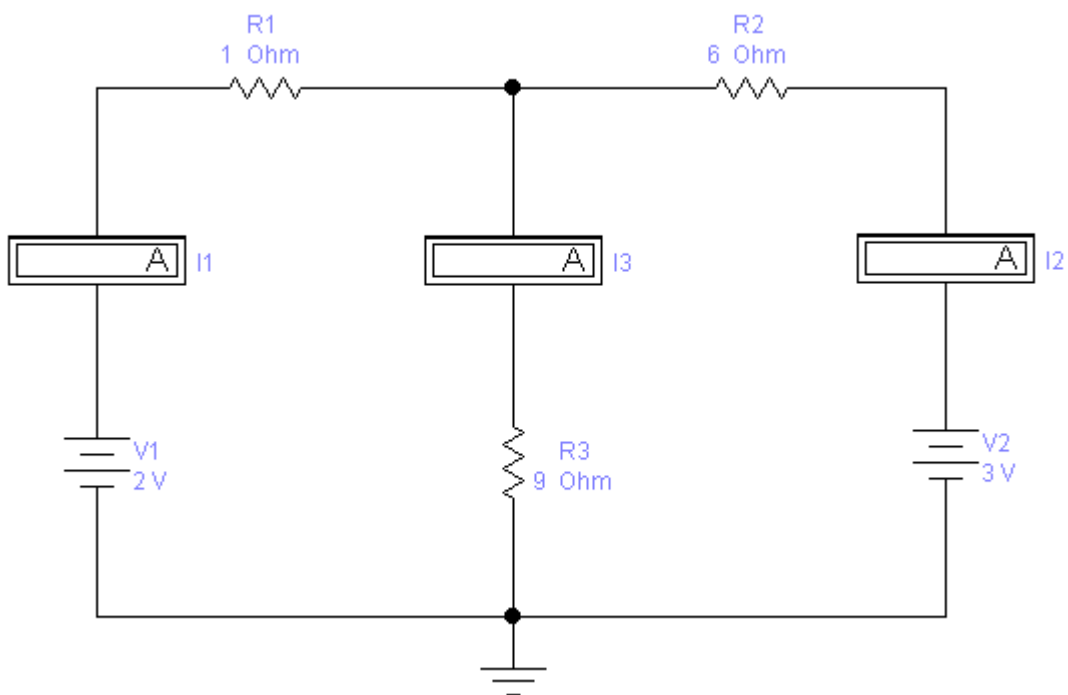
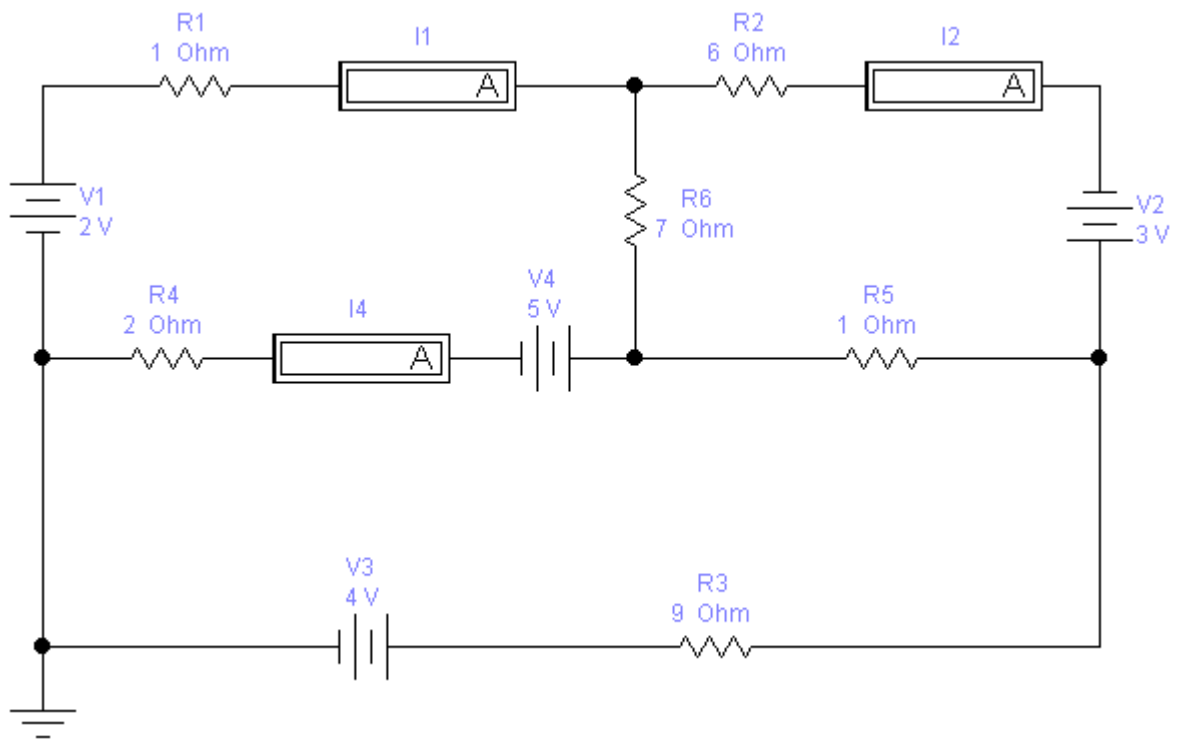
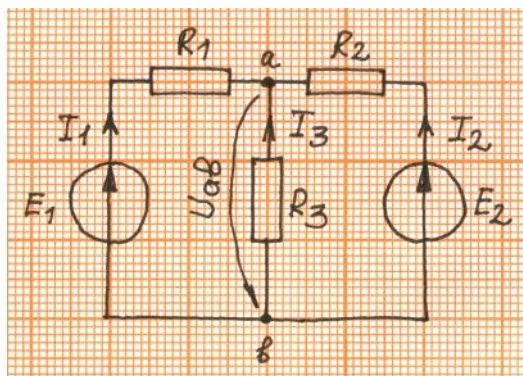
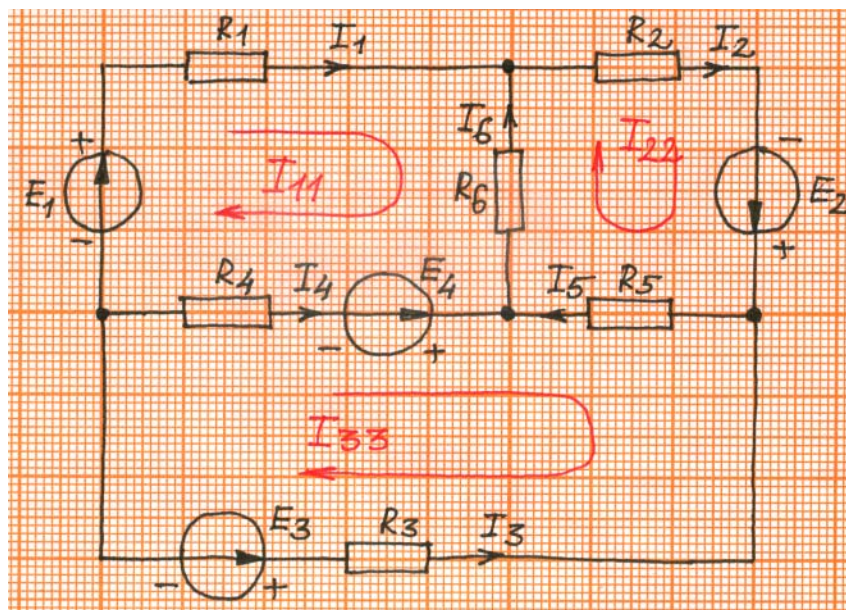

Рис. 1
Рис. 2
Рис. 3
Рис. 4
1 Исследуемые схемы представлены на рис 1. и рис. 2.
2.1 Расчет токов в цепи рис. 1 методом узловых потенциалов. Для цепи рис. 1 метод узловых потенциалов сводится к методу узлового напряжения (рис. 3).
2.2 Расчет токов в цепи рис. 2 методом контурных токов (рис. 4).
3.1 Для цепи рис. 1 получили расчетным путем токи (A)
3.2 Для цепи рис. 2 получили расчетным путем токи (A)
В работе выполнен расчет токов в цепи рис. 1 методом узловых потенциалов и в цепи рис. 2 методом контурных токов.